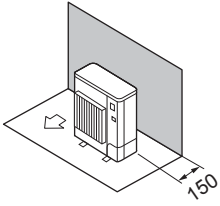

Fig. 2-2
① Yalnızca arkadaki engeller (Fig. 2-2)